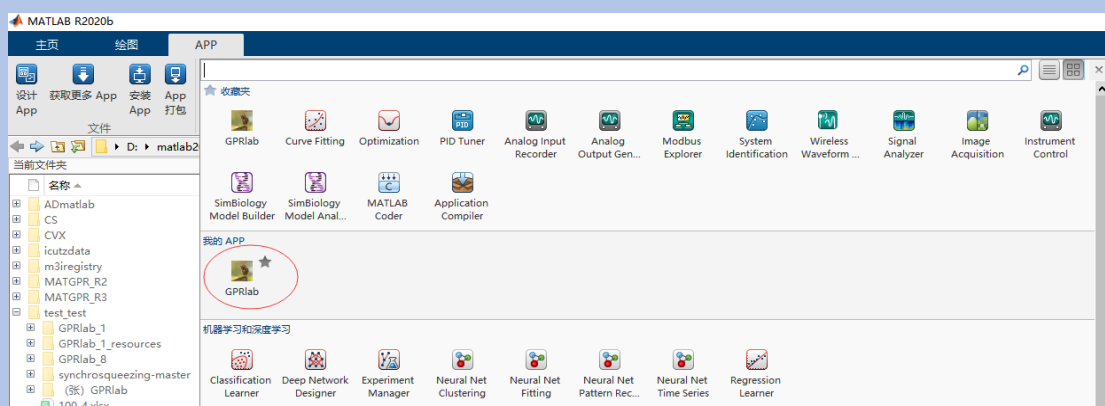

图 2-2 MATLAB 中已安装的 GPRlab
(3) 安装完成后，GPRlab 就作为您 MATLAB 中的一个 App (如图 2-2)，点击即可使用。